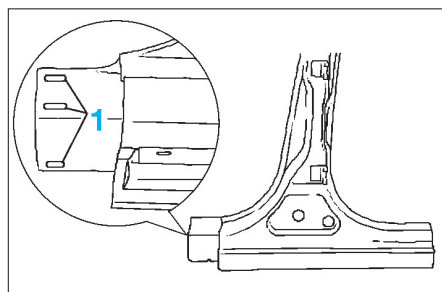

FIG. 55
- Percer 3 trous oblongs (1) de 8x24 mm sur la partie inférieure de montant B (fig. 55).
- Percer les 3 trous oblongs de 8x24 mm (fig. 55).